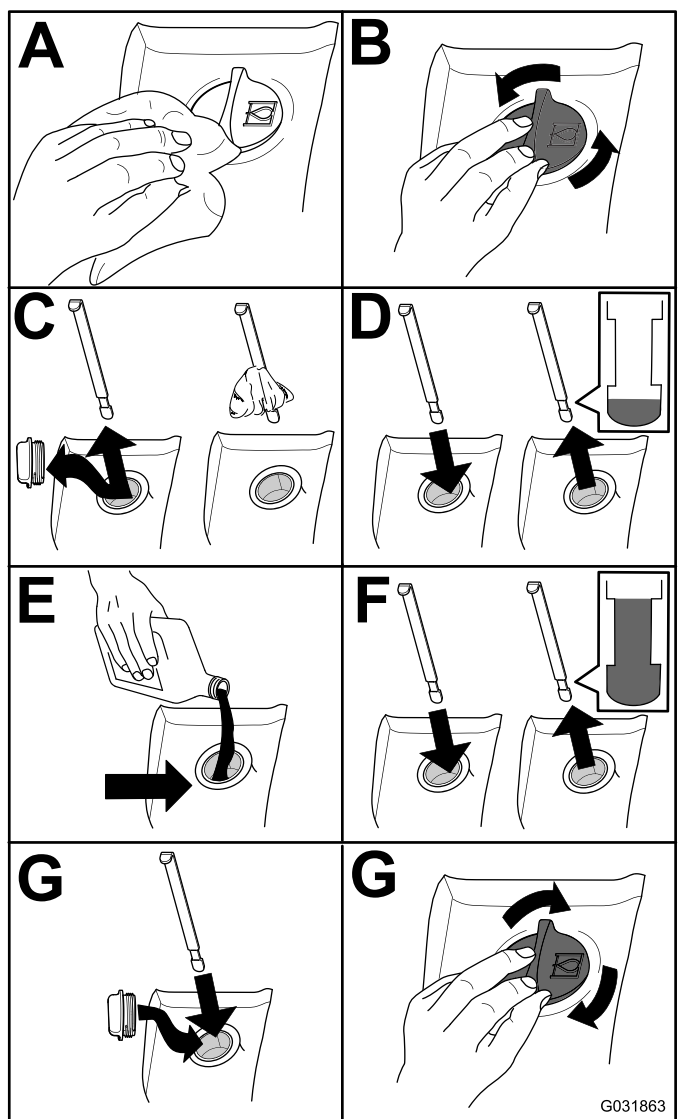

Figura 77
- Compruebe el nivel de fluido hidráulico (Figura 77).